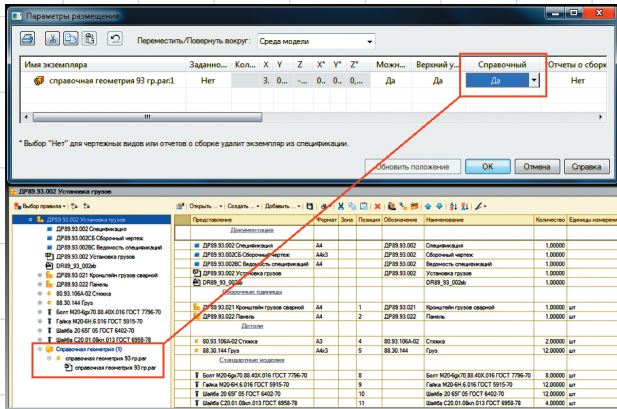

Рис. 1. Передача «Справочной геометрии» из Solid Edge
- при проектировании сборочной единицы в Solid Edge очень часто используются детали или сборки с признаком «Справочный». Этот признак присваивается элементам, которые не являются компонентами сборочной единицы, но необходимы для правильного позиционирования других деталей и подборок, а также для оформления сборочных чертежей в качестве «внешней обстановки». PLM-компонент не исключает элементы с признаком «Справочный» из электронной структуры сборочной единицы, передаваемой в систему 1C:PDM (рис. 1);